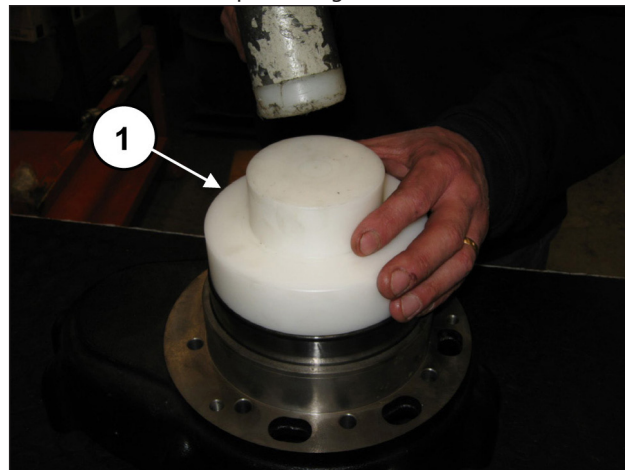
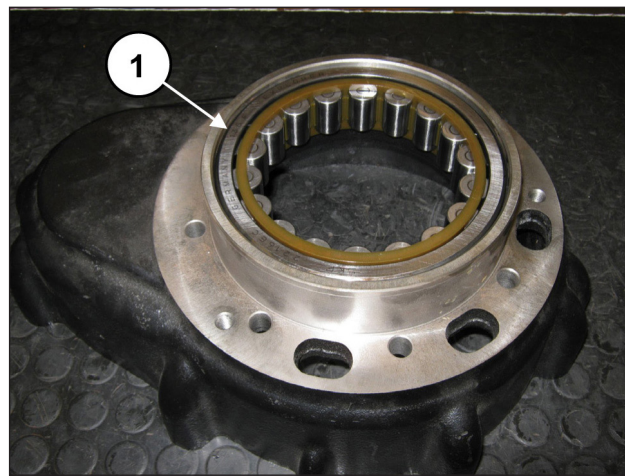

Fig. 53
Fig. 54
Dal lato opposto della scatola riduttore premontare l'anello esterno del cuscinetto albero a gomiti utilizzando l'attrezzo cod. 27605000 (pos. ①, Fig. 53) fino al suo completo inserimento a battuta (pos. ①, Fig. 54).